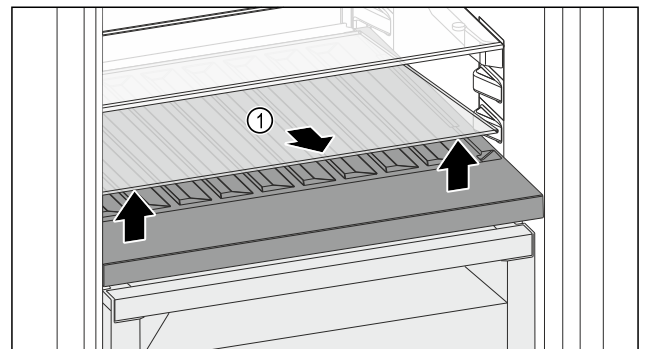

Fig. 153
- Glasplatte Fig. 153 (1) an der Aussparung vorne anheben und herausnehmen.
- Glasplatte Fig. 153 (1) außerhalb des Geräts sicher aufbewahren.
- Glasplatte (2) unter der variablen Flaschenablage einlegen.